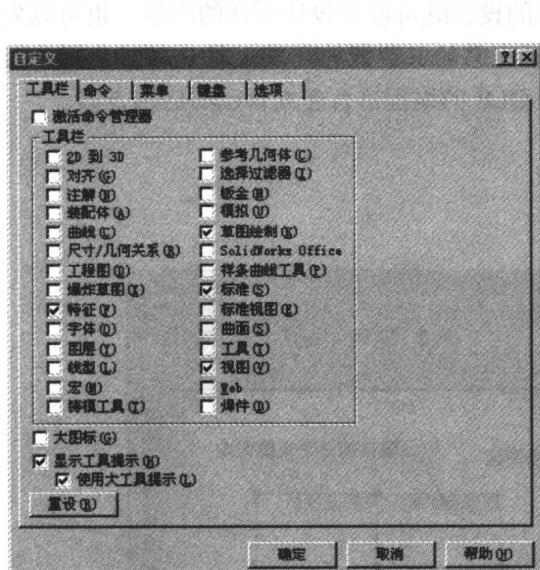
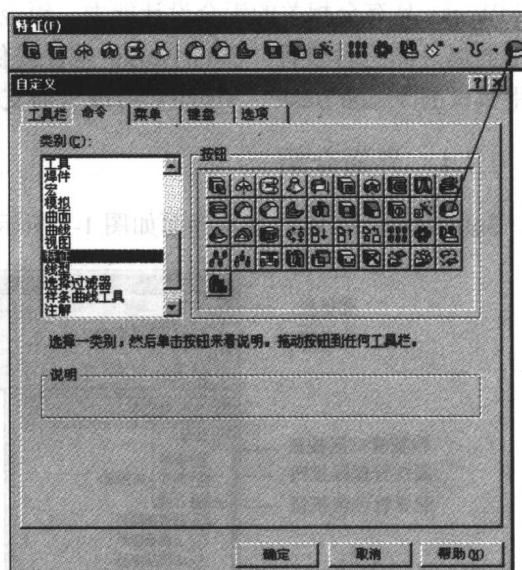

图 1-2 “自定义”对话框
图 1-3 自定义工具栏按钮
- ① 选择[工具]—[自定义]，出现“自定义”对话框，它包括“工具栏”、“命令”、“菜单”、“键盘”和“宏”五个选项卡；单击[工具栏]标签，选中需要的工具栏的复选框，就可以在窗口显示该工具栏，如图 1-2 所示。
- ② 选中[显示工具提示]复选框，当鼠标指针指向工具图标时，显示此工具的说明。
- ③ 单击[命令]标签，在[类别]对话框中选择[特征]，右侧出现[特征]工具栏的所有按钮；单击[圆顶]按钮，拖动[圆顶]按钮到窗口的[特征]工具栏里，即可将该按钮添加到[特征]工具栏中，如图 1-3 所示。